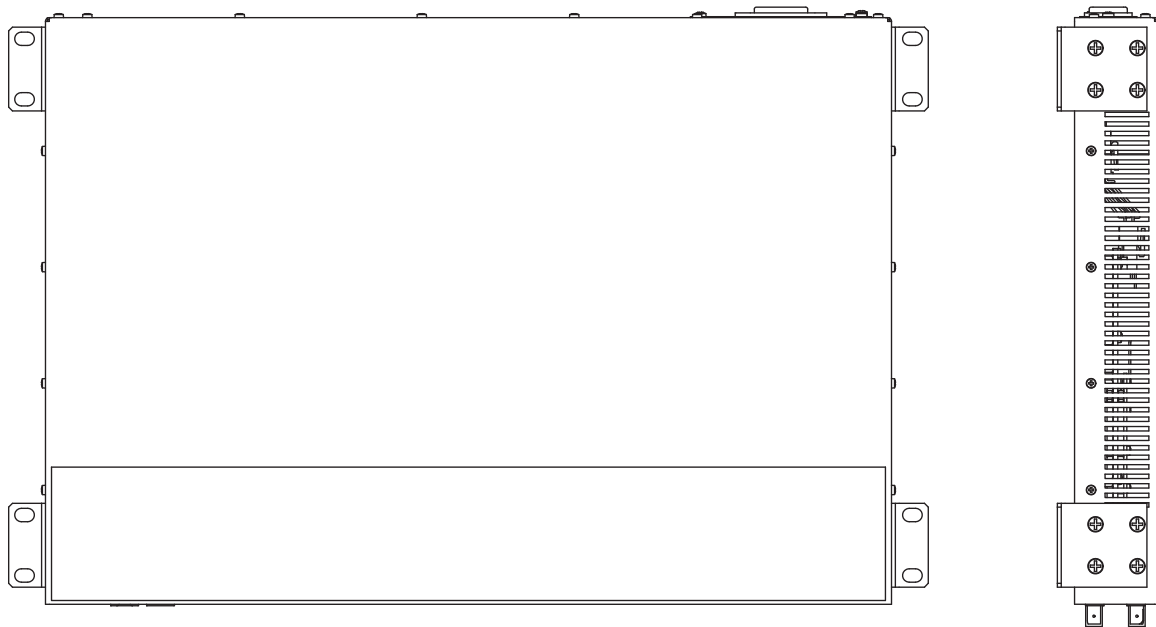

Abb. 17: Senkrechte Montage an der Wand
- Setzen Sie die beiden im Lieferzustand vormontierten Haltewinkel um. (siehe Abbildung 17)
- Montieren Sie zusätzlich zwei Haltewinkel an der Rückseite des Gerätes. (siehe Abbildung 17)